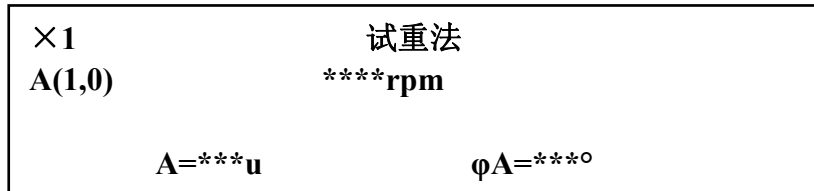
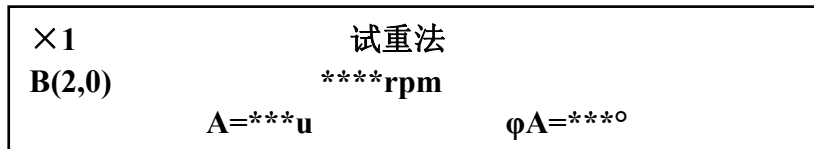

图 4-16
图 4-17
按|执行|键，屏幕显示如图 4-16。
（2）在图 4-16 中，当转速值稳定在动平衡转速，振动值 A、角度值φA 读数稳定时，按|保持|键锁定读数，屏幕的右上角显示“**”。按|执行|键，屏幕显示如图 4-17。
（3）在图 4-17 中，当转速值稳定在动平衡转速，振动值 A、角度值φA 读数稳定时，按|保持|键锁定读数，屏幕的右上角显示“**”。
(14) 按|执行|键, 屏幕显示如图 4-16, 当转速值稳定在动平衡转速, 振动值 A、角度值 ϕ_A 读数稳定时, 按|保持|键锁定读数, 屏幕右上角显示 “**”。此时可以看到 A 面振动值已经明显变小。
(15) 按|执行|键, 屏幕显示如图 4-17, 当转速值稳定在动平衡转速, 振动值 A、角度值 ϕ_A 读数稳定时, 按|保持|键锁定读数, 屏幕右上角显示 “**”。此时可以看到 B 面振动值已经明显变小。